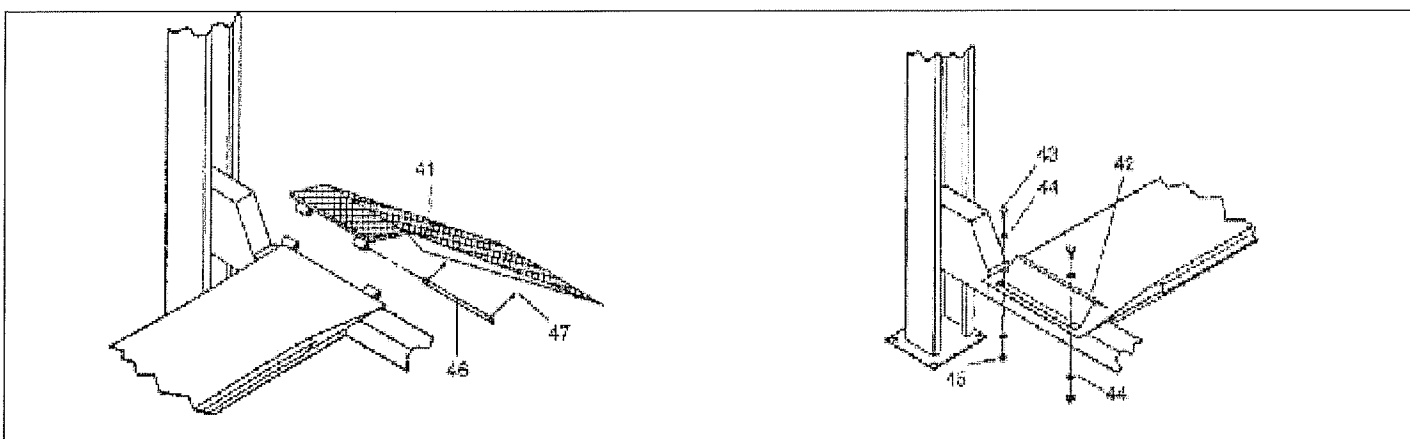

Рис. 59. Крепление упоров колес и рампы заезда автомобиля
Рампы заезда автомобиля (поз. 41, Рис. 59) и упоры для колес (42) могут устанавливаться на обоих концах платформ (7 - 8), в зависимости от потребностей пользователя. Вставьте ramпы заезда (41) в отверстия на конце платформы с требуемой стороны, а затем закрепите упоры колес (42) с противоположной стороны винтами М10х25 (43) с шайбами 11х30 (44) и гайками М10 (45).